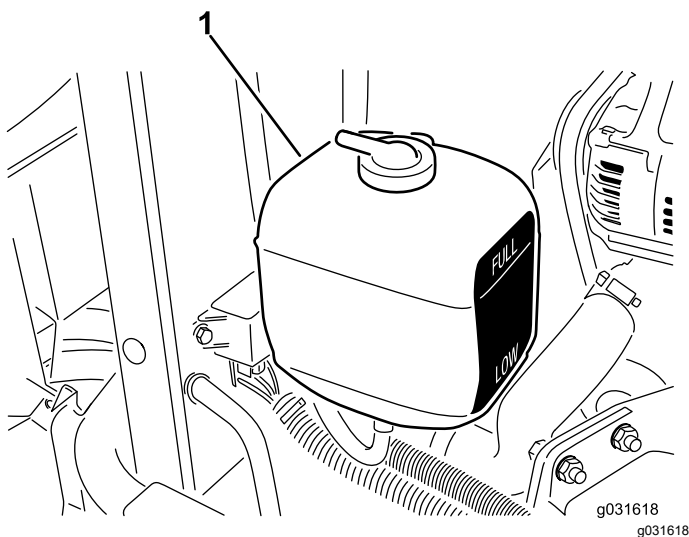

Bild 59
1. Prüfen Sie den Kühlmittelstand im Ausdehnungstank (Bild 59).